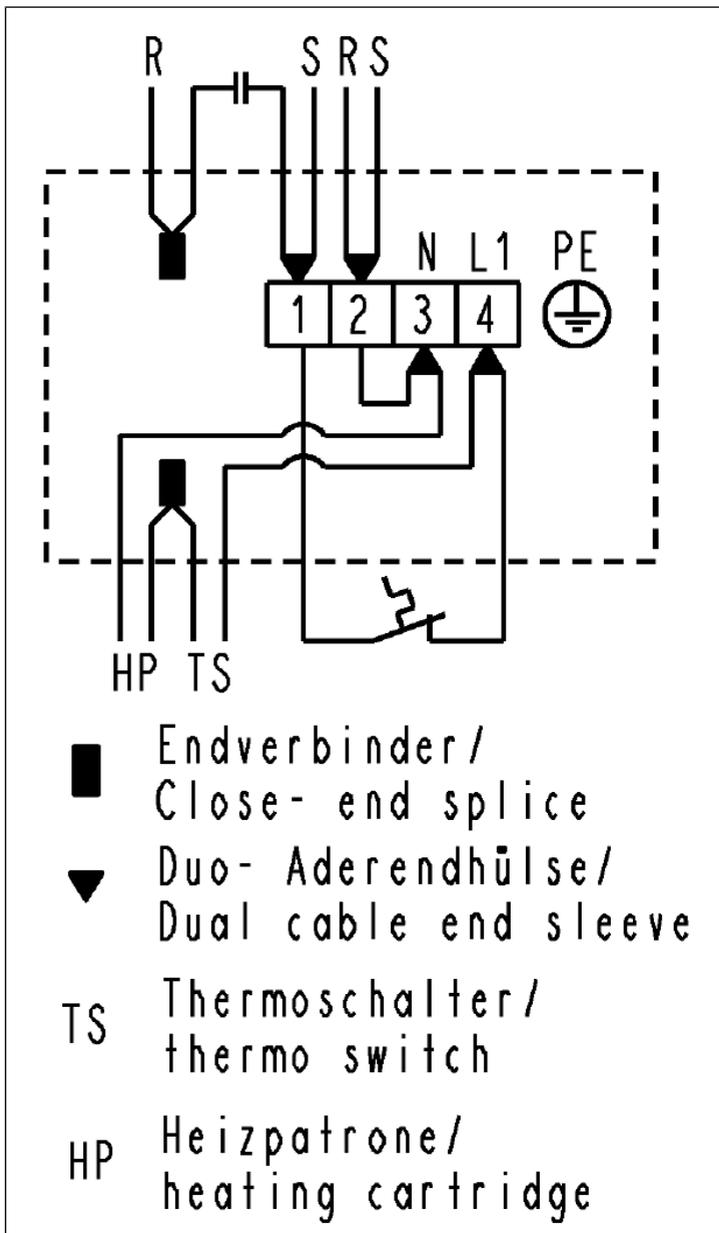

Abb.11: Elektrische Verschaltung der .11-Ausführung
5. Schließen Sie das Netzkabel an den Anschlüssen L 1 und N der Lüsterklemmen an (siehe Abb. 11).